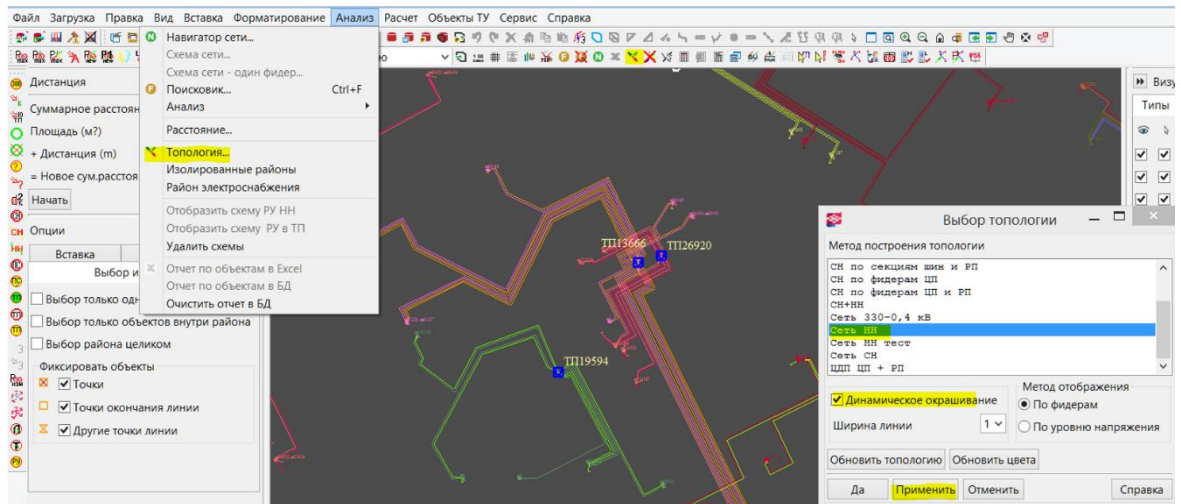

Рисунок 23 – Загрузка сети НН и создание топологии сетей НН
- создать топологию сетей НН (рис. 23);